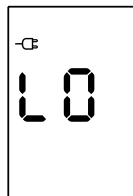

Fig. 4
- quand l'appareil est allumé, après avoir enfoncé le bouton ECO pendant 5 secondes, l'afficheur montre (voir la figure 4):